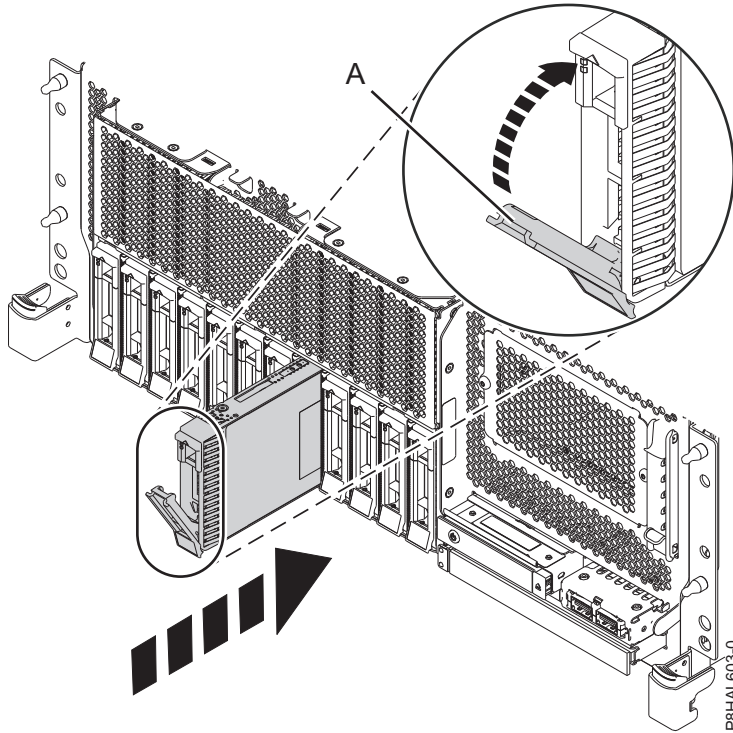

Figura 125. Sustitución de una unidad de disco en un sistema de función base montado en bastidor
4. Desbloquee el asa de la bahía de unidad (**A**) ejerciendo presión y tirando de ella hacia usted. Si el asa no está extendida del todo, la unidad no entra en el sistema. Consulte la Figura 125 en la página 140, la Figura 126 en la página 140, la Figura 127 en la página 141 y la Figura 128 en la página 142.
8. Cuando el LED de identificación parpadee para la ranura seleccionada, deslice la unidad hasta el fondo de la ranura y empuje hacia adentro el asa de la bahía de unidad (**A**) hasta que quede encajada, como se muestra en la Figura 125 en la página 140, Figura 126 en la página 140, la Figura 127 en la página 141 y la Figura 128 en la página 142.